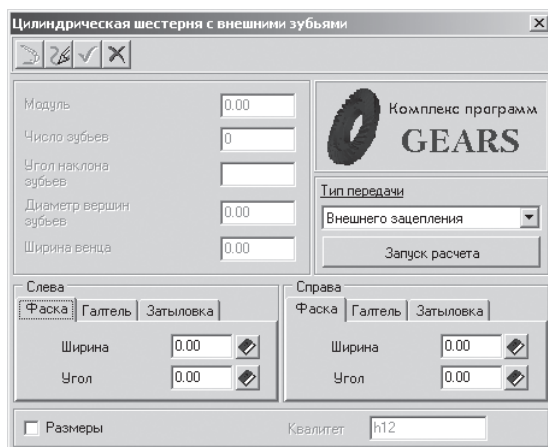

Рис. 3.13. Главное окно системы **Цилиндрическая шестерня с внешними зубьями** в начальном состоянии
- щелкните во всплывающем меню по пункту **Шестерня цилиндрической зубчатой передачи**. Появится система **Цилиндрическая шестерня с внешними зубьями**, см. рис. 3.13.